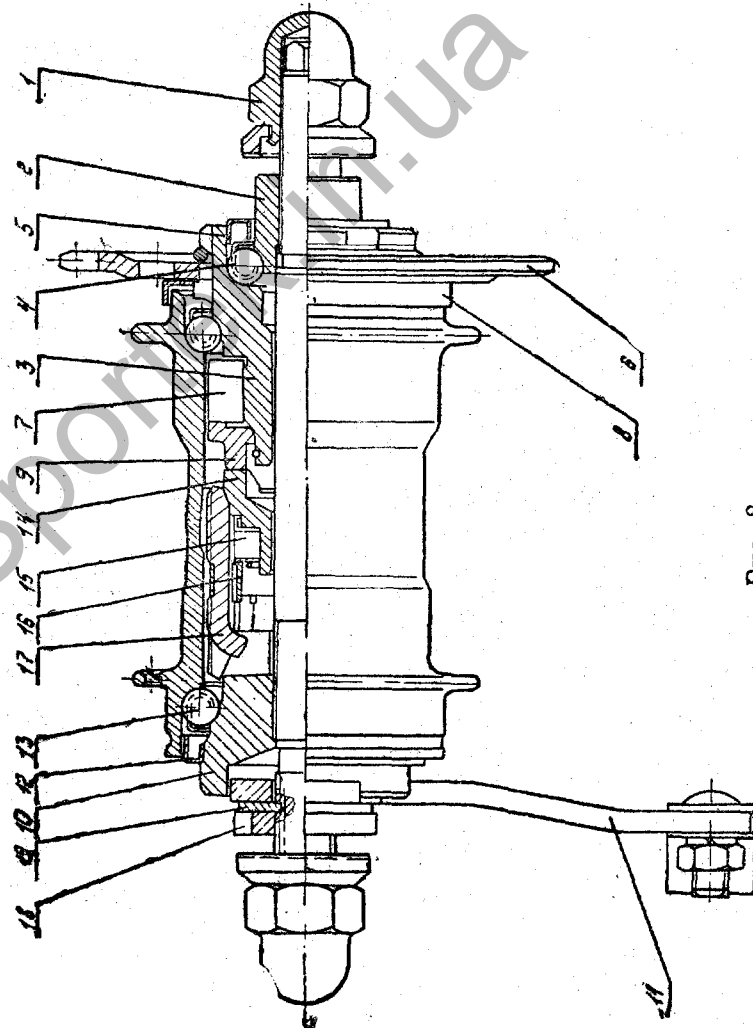

Рис. 8.
4.6.1. Втулка заднего колеса (Рис. 8) является наиболее сложным механизмом велосипеда, и с помощью ее осуществляется рабочий и свободный ход, а также торможение.